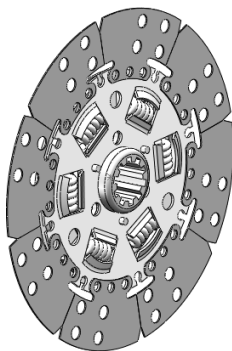

图 5-38 阵列波形弹簧片
STEP 3 单击“装配”工具栏中的“圆周零部件阵列”按钮，选择减振器中心轴面进行阵列操作，效果如图 5-38 所示。